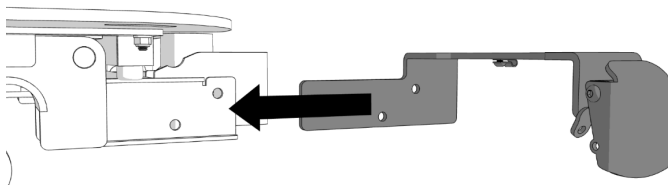

Afbeelding 8.3
5. Verwijder de M8x16mm lange cilinderkopschroeven en M8 sluitringen van de montagebeugels van de reanimatiehendel zoals weergegeven in Afbeelding 8.3. Lokaliseer de beugels voor de reanimatiehendels, M8x16 mm lange cilinderkopschroeven, M8 sluitringen en de 6 mm inbussleutel. De beugels voor de reanimatiehendels worden geïnstalleerd aan het hoofdeinde van het bed, op de montagebeugels aan beide zijden van het bed zoals weergegeven in Afbeelding 8.4.